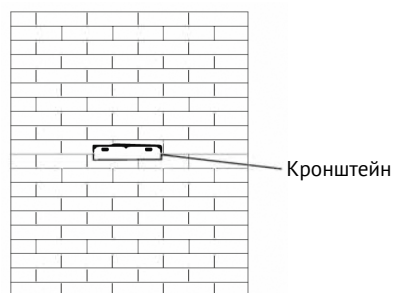

Рис. 2
- 4.** Закрепите кронштейн наружного воздуховода и убедитесь, что внутренняя труба может свободно регулироваться по высоте. См. рис. 2.